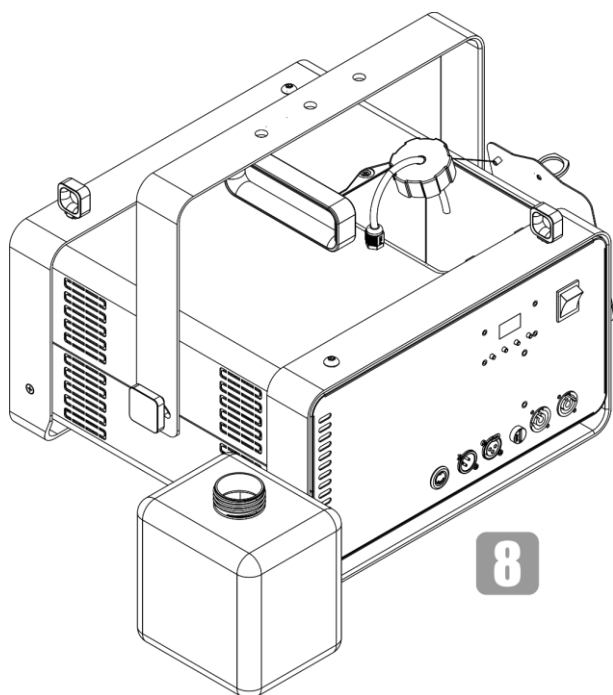

Fig. 15
- 08) Coloque el depósito de fluido en una superficie plana cerca del dispositivo como se indica en la Fig. 15.